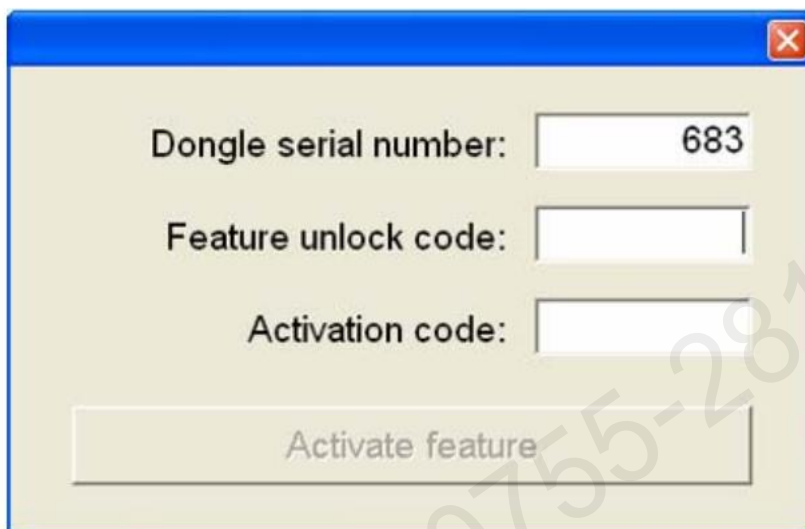

图 32：[Add Feature]窗口
1. 打开 AddFeature.exe 程序。显示[Add Feature]窗口(图 32)。